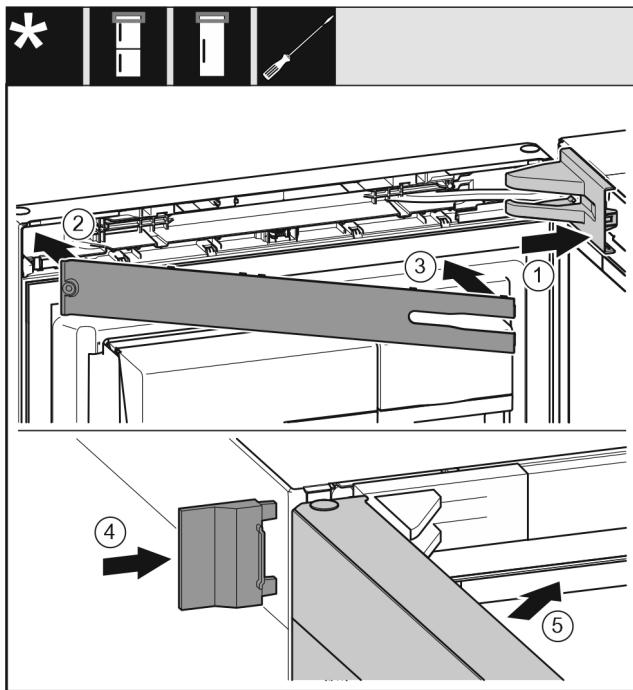

Fig. 31
- Lagerbockabdeckung Fig. 31 (1) aufsetzen und einrasten, ggf. vorsichtig auseinanderdrücken.
- Blende Fig. 31 (2) aufsetzen.
- Blende Fig. 31 (3) einschwenken und einrasten.
- Äußere Abdeckung Fig. 31 (4) aufschieben.
- Obere Tür Fig. 31 (5) schließen.